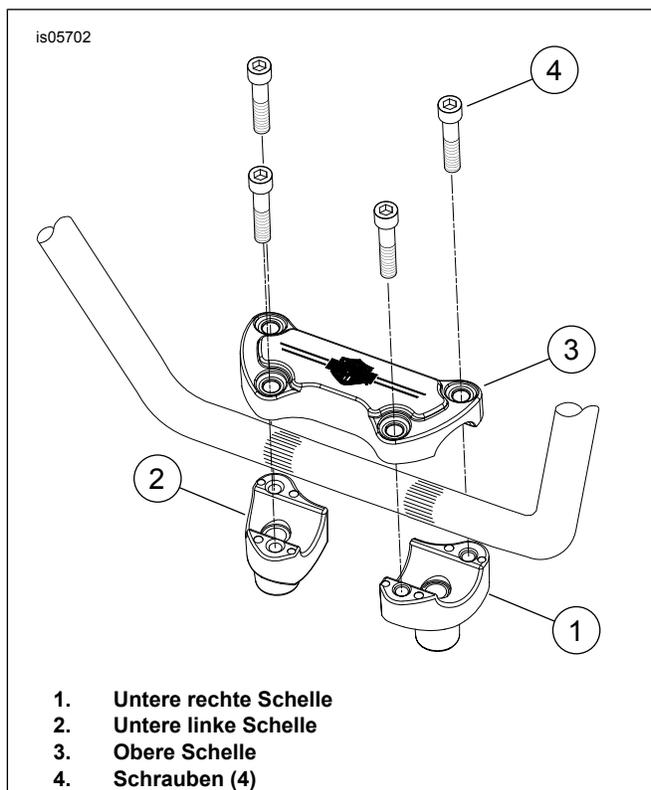
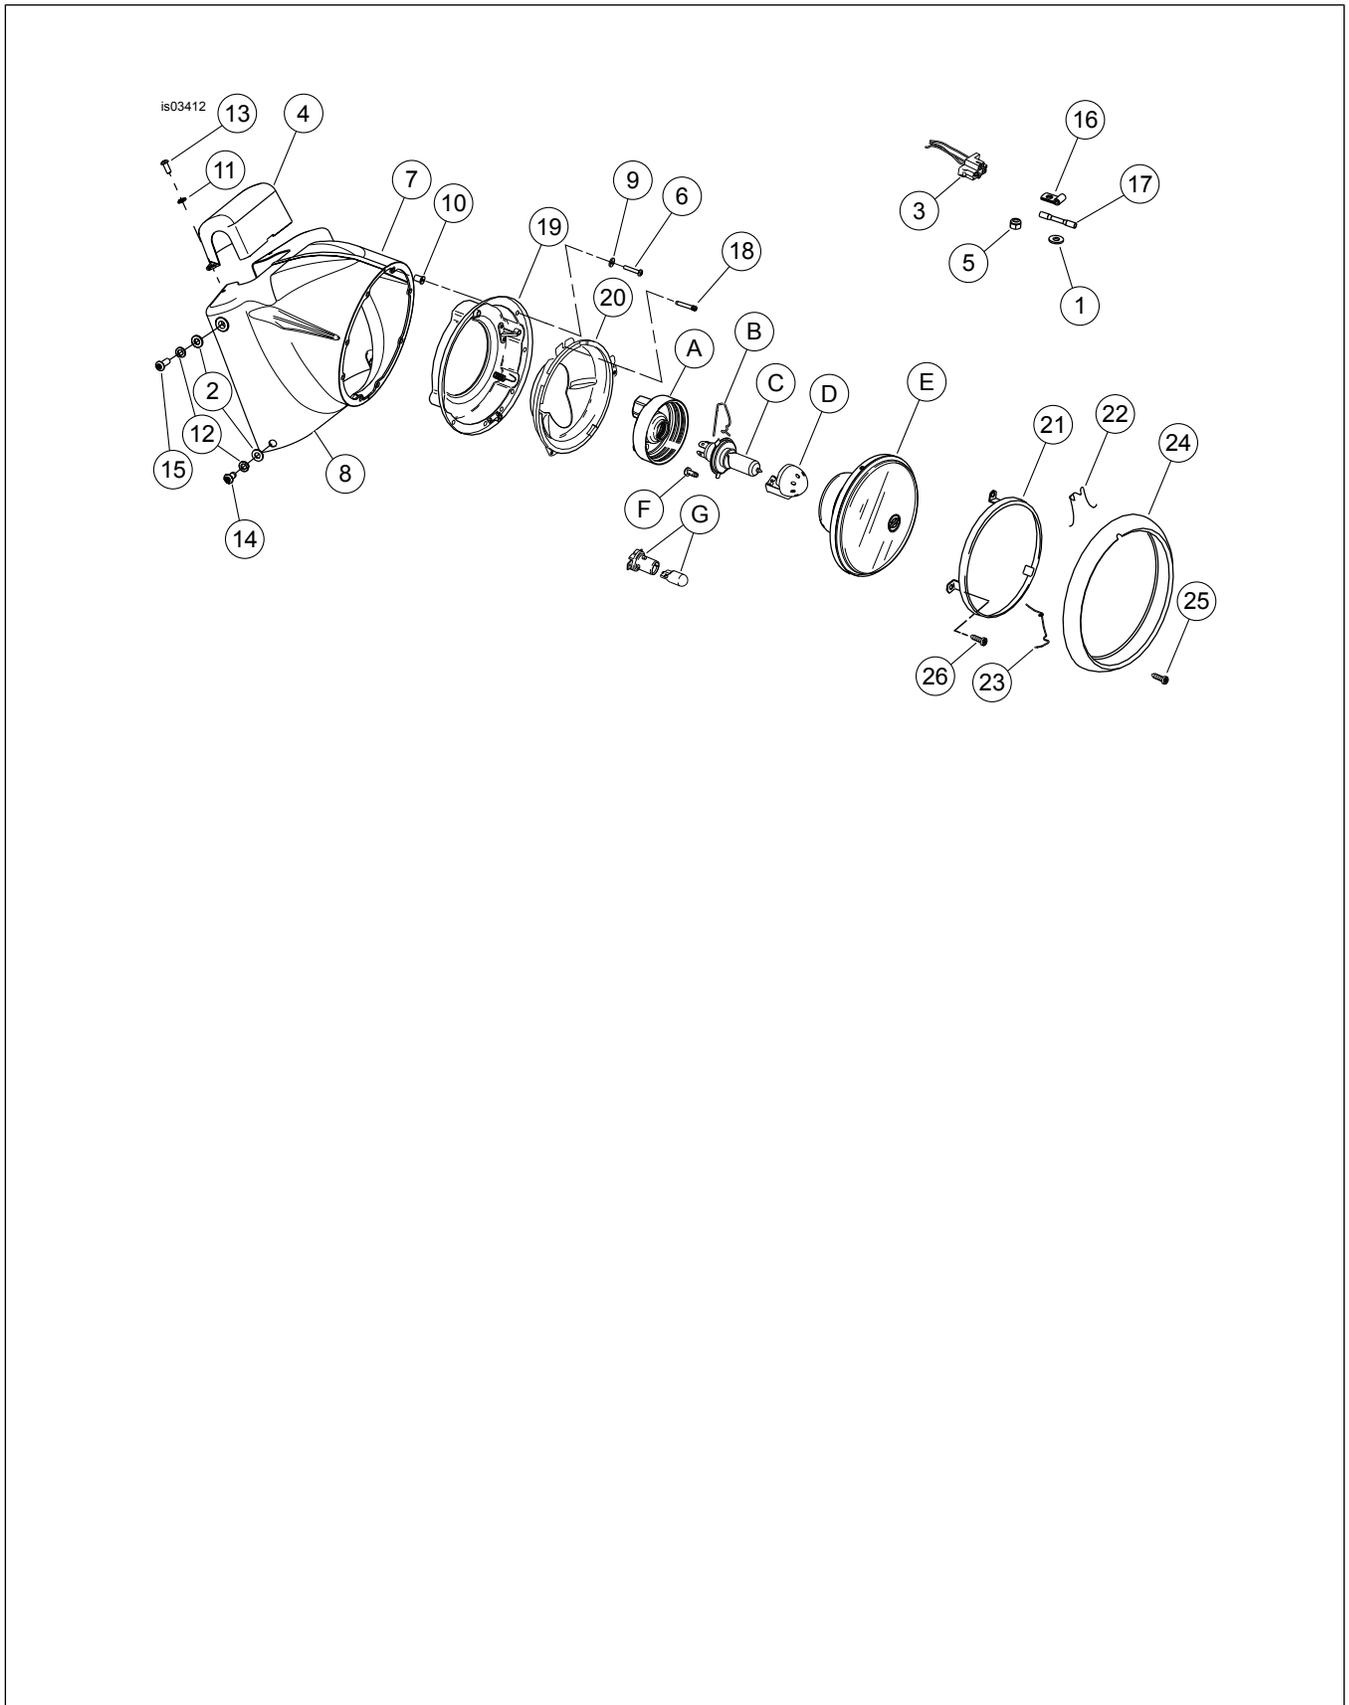

Abbildung 4. Riser-Ausrichtung – FLSTC
Abbildung 10. Ersatzteile für verchromte und glänzend schwarze Scheinwerfertopfsätze
- Siehe Abbildung 4. Die neuen Riser (Satz-Nr. 46809-09), wie abgebildet ausrichten und an der oberen Gabelbrücke unter Verwendung der Originalschrauben, Sicherungsscheiben und Unterlegscheiben lose anbringen. Das Massekabel und die innen gezahnte Sicherungsscheibe an der rechten Riser-Schraube anbauen.
- Riser-Kappen (3) an den Risern (1 und 2) über dem Lenker unter Verwendung von vier im Bausatz enthaltenen Schrauben (4) anbringen.
12. Siehe Abbildung 10. Die Blindsteckmutter (10) in den Löchern der Scheinwerfertopfhälften einbauen. Die rechte Seite des Scheinwerfertopfs (7) wie folgt einbauen:
- Das untere Loch des Scheinwerfertopfs mit einer 5/8-in-Schraube (14), Sicherungsscheibe (12) und flache Unterlegscheibe (2) an der Innen- und Außenseite des Scheinwerfertopfs an der Gabelhalterung lose anbauen. Eine flache Unterlegscheibe auf jeder Seite des Scheinwerfertopfs richtet den Scheinwerfertopf bündig mit den Abdeckungen der Gabelgleitrohre aus.
- Das obere Loch des Scheinwerfertopfs mit einer 7/8-in-Schraube (15), Sicherungsscheibe (12), und flacher Unterlegscheibe (2) auf der Außenseite des Scheinwerfertopfs anbauen. Die Schraube darf nicht durch das ganze Loch gehen. Die Schrauben zu diesem Zeitpunkt nicht anziehen.
14. Siehe Abbildung 10. Die Bremsleitung auf der Rückseite des rechten Scheinwerfertopfteils unter Benutzung von zwei Halteklemmen (16) aus dem Bausatz für die Bremsleitung befestigen. Die Halteklemmen mit 5/8 in langen Original-Kopfschrauben, flachen 1/4-Unterlegscheiben (1) und Sicherungsmuttern (5) am rechten Scheinwerfertopfteil befestigen (Unterlegscheibe gehört unter die Mutter).
17. Die Scheinwerferschalenbaugruppe mit acht Unterlegscheiben (4) und Schrauben (5) aus dem Satz in den Scheinwerfertopf einbauen.
18. Siehe Abbildung 10. Die Lenkerabdeckung (4) in Position bringen und mit 5/8-in-Schrauben (13) und Sicherungsscheiben (11) sichern.
- Blindsteckmutter (8)
- Schraube (3)
- Unterlegscheibe (8)
- Schraube (8)